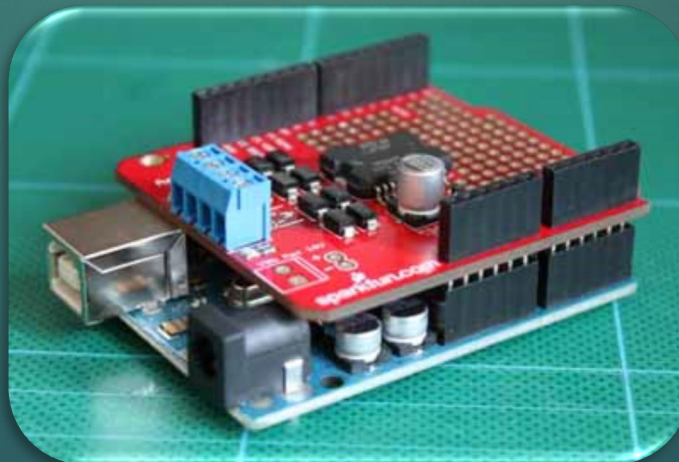

図2. 接合した状態
- ・ Arduino UNO（下）とMotor Shield（上）との接合（図2参照）